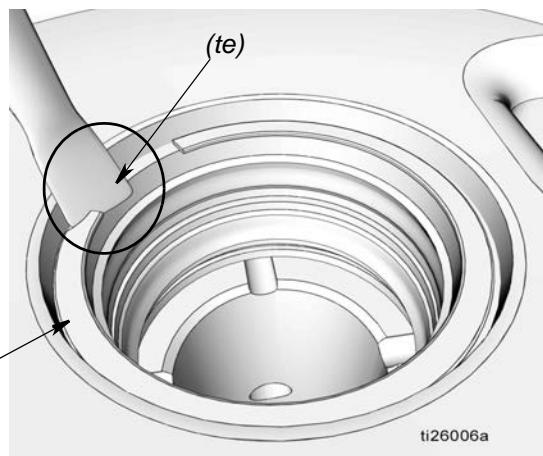

图 24
- 固定环 (9)
- 锥形垫片 (10)
- 密封 (11)
- 垫片 (12)
- 固定环 (51)
- a. 在固定环 (9) 的锥形缘 (te) 下转动小平螺丝刀的刃口，拆下环，如 图 24 所示。
- b. 拆下锥形垫片 (10)、密封 (11) 和垫片 (12)。
- c. 在固定环 (9) 的锥形缘 (fe) 下使用小平螺丝刀的刃口，拆下环，如 图 24 所示，拆下固定环。
- d. 卸下垫片 (12)、密封 (11) 和垫片 (12)。
- 请勿拆下最后的固定环 (51)。**